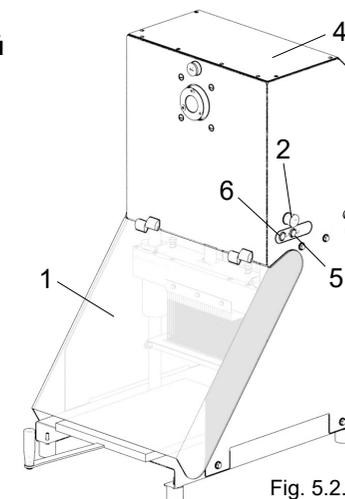

Fig. 5.2.1
- 1 - На работающей машине откройте переднюю дверцу «1», рис. 5.2.1. Машина должна сразу же остановиться.
- 2 - На работающей машине нажмите кнопку аварийного останова «2», рис. 5.2.1. Машина должна сразу же остановиться.
- 3 - Убедитесь в том, что панель из нержавеющей стали «4», рис. 5.2.1, надёжно закреплена.
На работающей машине нажмите кнопку останова OFF (поз. 5, рис. 5.2.1). Блок ножей должен вернуться в исходную позицию и машина должна остановиться.
Для запуска машины достаточно нажать кнопку пуска ON (поз. 6 рис. 5.2.1). Запускайте машину только после правильного подсоединения вилки электрического шнура к розетке.
Для останова машины достаточно нажать кнопку останова OFF (поз. 5, рис. 5.2.1). Блок ножей вернётся в исходное положение и машина остановится.